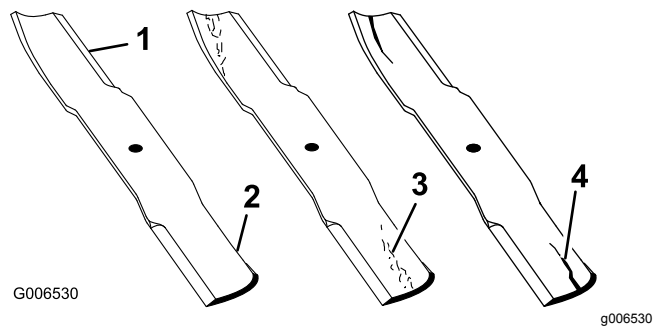

Рисунок 139
- Осторожно осмотрите режущие кромки ножей (особенно в точке соединения плоской и изогнутой частей ножа), как показано на Рисунок 139.
Примечание: Проверяйте ножи перед эксплуатацией газонокосилки, так как песок и абразивный материал могут стачивать металл между плоской и изогнутой частями ножа. При обнаружении износа замените нож (Рисунок 139).